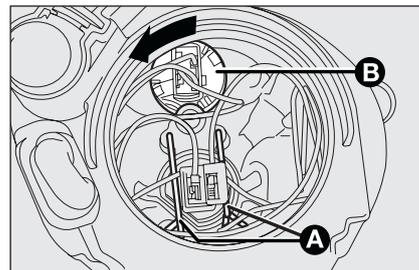

fig. 25
- sganciare le due mollette fermalampada **A**-fig. 25;
- ruotare in senso antiorario il portalampe **B**-fig. 25 e sfilarlo;